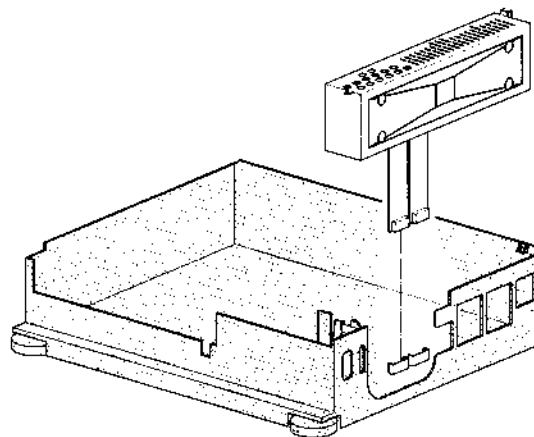

FIG. 2-5
- Die Stromversorgung ist mittels zweier Einschnappkonstruktionen am Gehäuse verriegelt. Durch Entriegeln dieser Einschnappkonstruktionen lässt sich die Stromversorgung dem Gerät entnehmen. Die Stromversorgung kann dann mittels zweier Verlängerungsprintplatten in die Servicestellung gebracht werden (siehe Fig. 2-5).